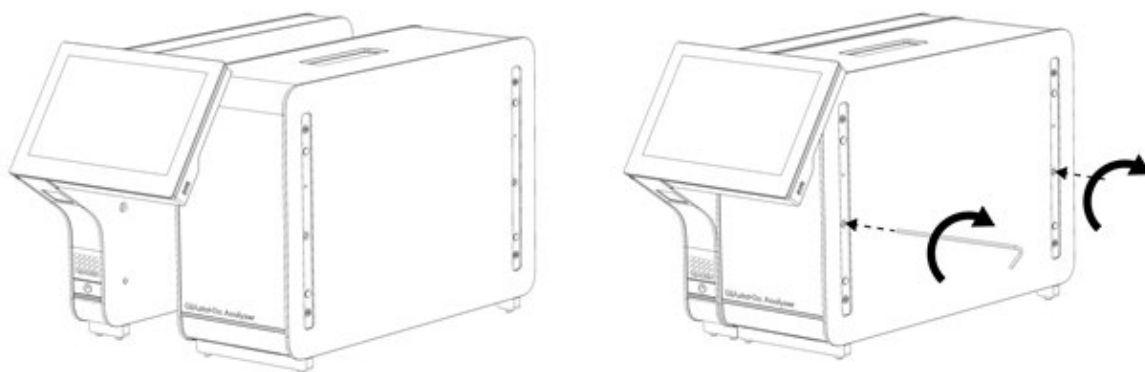

Figure 6. Fixation du module opérationnel au module analytique.
3. Sortez le module opérationnel de sa boîte et fixez-le au côté gauche du module analytique. Serrez les vis avec l'outil de montage du module analytique/opérationnel fourni avec l'analyseur QIAstat-Dx Analyzer 2.0 (figure 6).